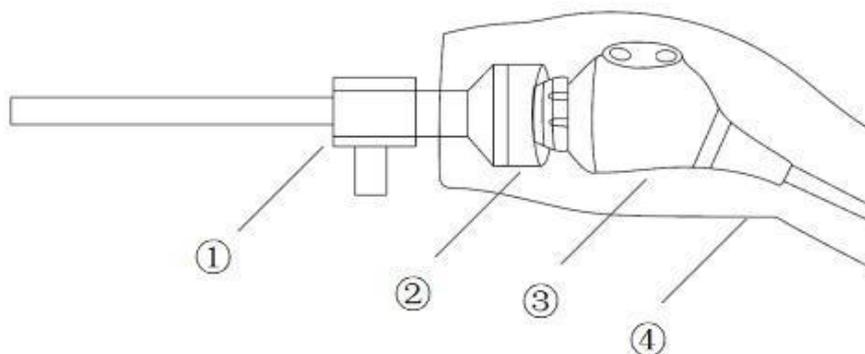

Figura 3-5 Diagrama da alça da câmera
(3) Para evitar a infecção cruzada durante o uso, depois que o produto for conectado, coloque-o na capa protetora de uso único do endoscópio. Conforme mostrado na Figura 3-5.